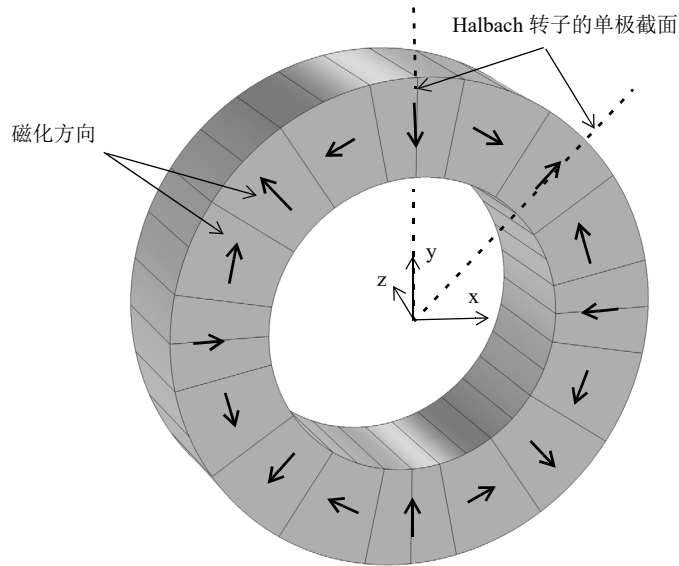

图1：16 段、4 极对 Halbach 转子的图示。此问题具有对称性，因此可以将此模型简化为单极转子。
在三维建模空间创建模型。由于对称性，对单极转子进行建模就足够了。图 1 显示整个转子的三维视图以及磁体的磁化方向。黑色箭头表示转子中永磁体的径向和轴向磁化方向。永磁体的这种排列方式可使转子内部的磁通密度最小，而转子外部的磁通密度最大。模型由排列成 4 极转子对的 16 个永磁片构成。转子内外半径分别为 30 mm 和 50 mm。转子的轴向长度为 30 mm。
视图 1
- 1 在模型开发器窗口中，右键单击视图 1 并选择对物理场隐藏。